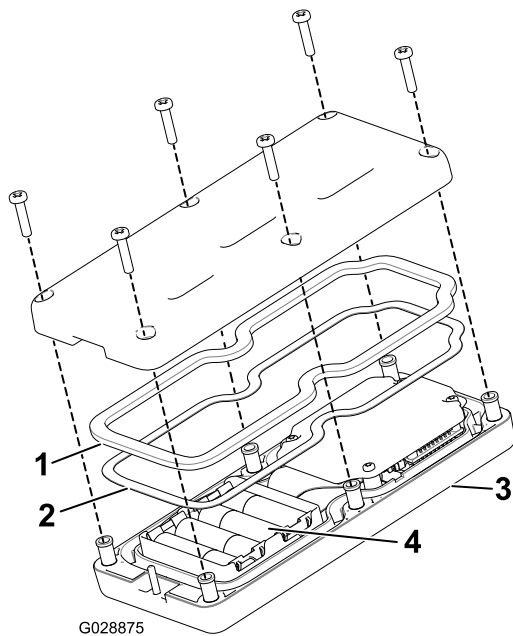

图46
3. 从遥控器后面卸下 6 个螺钉然后取下后盖 图46。
- 将四节新电池逐一放入电池端子仓位注意按照正确的电池极性放置。如果放置不正确遥控器不会发生损坏但遥控器无法操作。电池端子仓位分别带有正负极标志 图46。
- 如果您意外拆掉了橡胶密封件和钢垫片请小心将它们放回手持遥控器的槽内 图46。
- 放回后盖并用先前卸下的 6 个螺丝固定 图46 上紧螺丝扭矩至 1.51.7N·m。